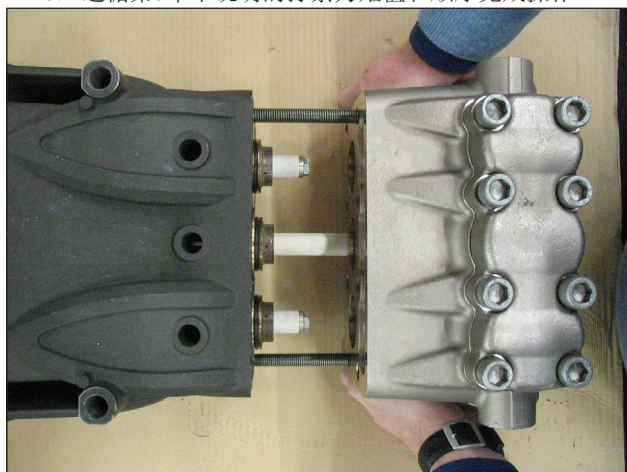

图33
- B) 润滑部件②③⑤时，用OCILIS型硅脂(代码12001600)；这项操作对于方便密封唇在活塞上的调整也是必要的。
2. 将两个螺丝 - 伺服插头(代码27508200)固定在泵壳上，如图33所示，定位泵头总成，确保值在中央活塞上对中。